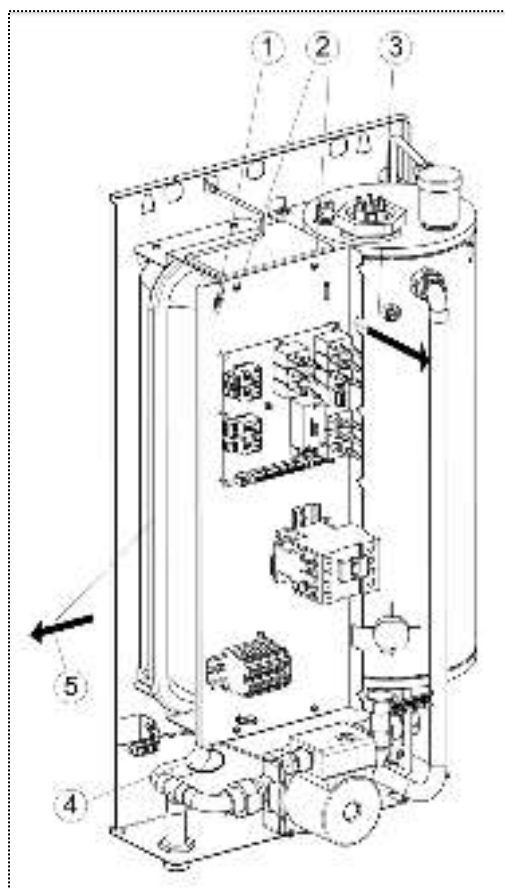

Рисунок 15. Замена расширительного бака
- 2) Открутите винты фиксирующие панель силовую (см. рис. 15).